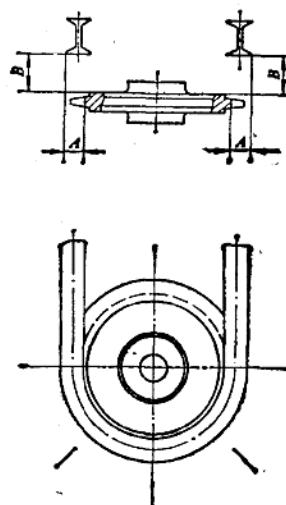

图7-3-4 弯头导轨安装时测量尺寸
① 将磨损的弯头导轨在其直线段原焊缝处用气割割开，取下圆弧段，修整直线段截面使之平整光滑并垂直。
② 重新制作一弯头导轨，其圆弧半径R要在规定的公差值内，形状要正确，不歪不扭。
③ 量好弯头长度，截去多余部分，并将端面整平。
④ 将弯头导轨两端与原直线对准，找正中心和找平水平面，用专用夹具固定，再用水平仪检测，保证弯头的水平度应小于0.5mm。
⑤ 吊线锤检测轨道设计所规定的A、B尺寸（图7-3-4），在圆弧段均匀地测量4～5处，其尺寸偏差应小于0.5mm。